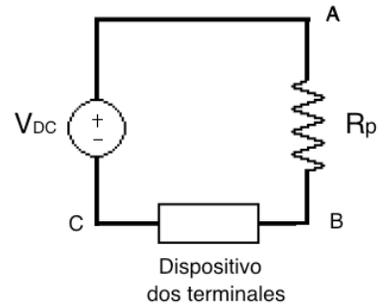

Figura 3
6.- La Figura 3 presenta el circuito básico para obtener la característica corriente-voltaje de un dispositivo de dos terminales realizando mediciones punto a punto. Explique el procedimiento para obtener los datos necesarios, realizando mediciones indirectas de la corriente del circuito.